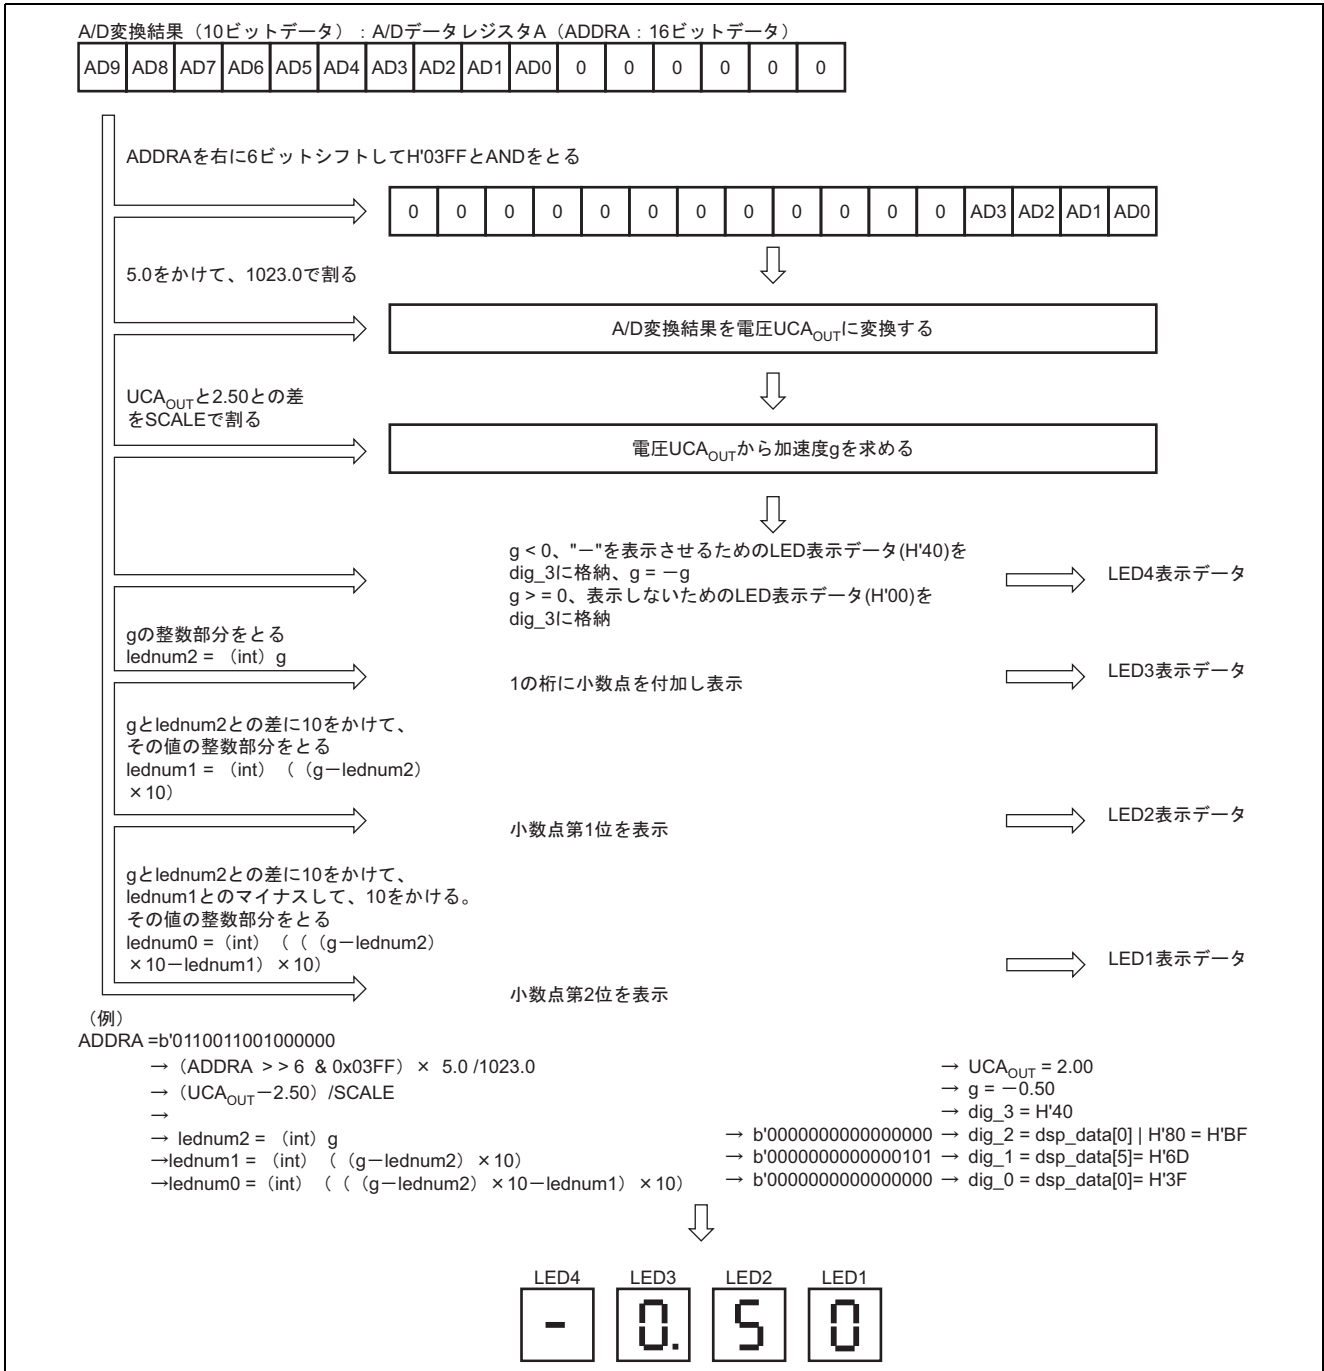

図 1.4 加速度値のLED表示方法
9. 本タスク例では、小数点第2位までの加速度値（単位：g）を7セグメントLEDに表示させます。図1.4に加速度値のLED表示方法を示します。